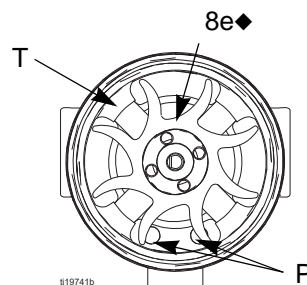

FIG. 28. Gebläseausrichtung
- Die Spuleneinheit (8a) auf der Werkbank mit nach oben weisendem Gebläseende ablegen. Mit breitem Schraubendreher Gebläse (8e) von Welle (S) abnehmen.
- Das neue untere Lager (8b1.) am langen Wellenende (S) montieren. Die flache Seite des Lagers muss vom Magneten (M) weg weisen. In die Spule (8a) installieren, sodass die Lagerflügel bündig an der Oberfläche der Spule anliegen.
- Die Spuleneinheit (8a) auf der Werkbank mit nach oben weisendem Gebläseende ablegen. Das Gebläse (8e.) auf das lange Wellenende (S) pressen. Die Gebläseflügel müssen dabei wie in FIGURE 28 ausgerichtet sein.
- Die Spuleneinheit (8a) vorsichtig in das vordere Gehäuse (8d.) drücken und dabei den Pin der Spule am Steckplatz im Gehäuse ausrichten. Der 3-polige Steckverbinder (PC) muss sich unterhalb der breiteren Nut (W) der vorstehenden Gehäuseteile befinden.
- Das Gebläse (8e) drehen, bis die Flügel die vier vorstehenden Teile der Lager (T) auf der Gehäuserückseite nicht länger verdecken. Sicherstellen, dass die Flügel des unteren Lagers (8b1) mit den Teilen ausgerichtet sind.